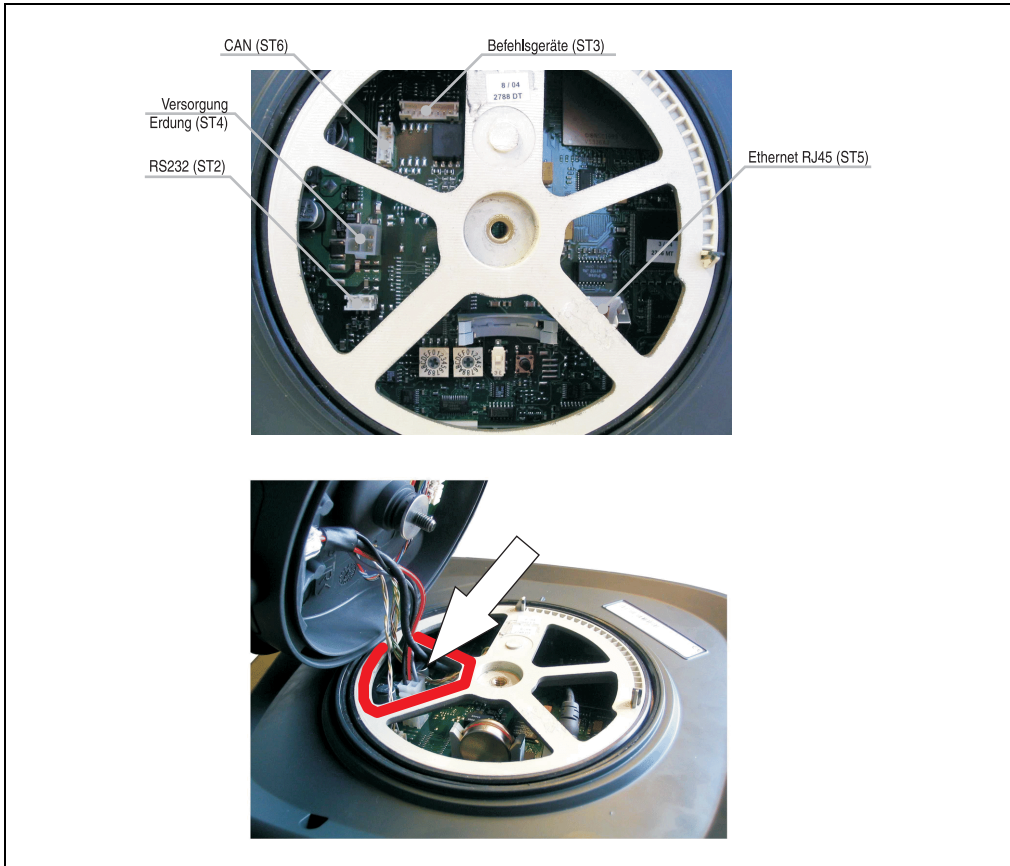

Abbildung 70: Steckeranschlüsse und Kabelführung
- 7) Anschließen des Mobile Panel Anschlusskabels an das Bedienteil (ST2, ST3, ST4, ST5, ST6). Die Belegung des Kabels siehe Abbildung 31 "Anschlusskabel 5CAMPH.0xxx-00", auf Seite 64. Die Kabel dürfen nur durch die in der Abbildung 70 "Steckeranschlüsse und Kabelführung" gekennzeichnete Gehäuseöffnung (siehe Pfeil) geführt werden.